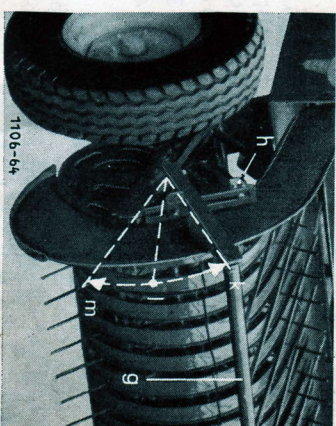

Bild 21
**Niederhalterspannung einstellen** (Bild 21). Der Rechen g ist zwischen zwei Anschlägen frei beweglich und kann je nach Materialmenge nach oben ausweichen.
**Niederhalterhöhe einstellen** (Bild 21): Stellung k für normales Preßgut, Stellung l und m bei sehr kurzem Material und beim Bergabfahren.
nur so weit absenken, daß Erntegut sauber aufgenommen wird, Bodenberührung vermeiden. **Niederhalter bei Langgut auf Stellung k – bei Kurzgut auf Stellung l oder m einstellen** (siehe Bild 21).